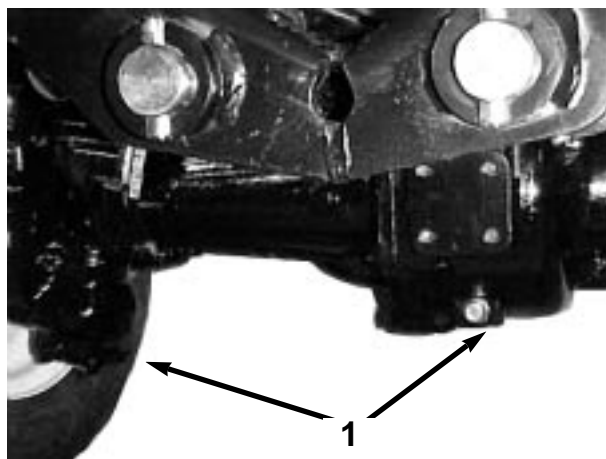

図 66
2. ドレンプラグ（左右端に各1個と中央に1個、前部で3個ある）の周辺をきれいに拭く（図66）。